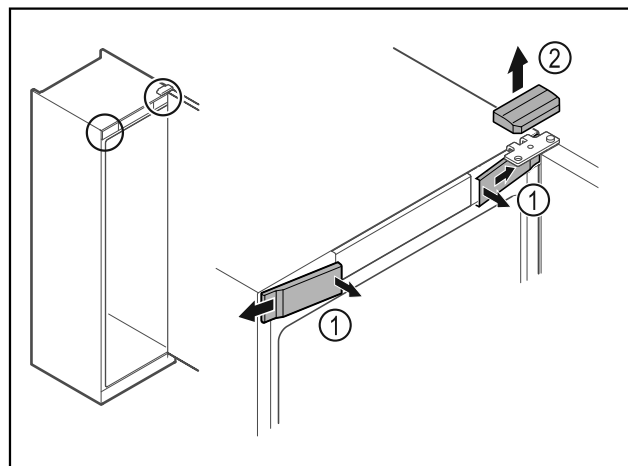

Fig. 8
- ▶ Откопчайте предните капаци Fig. 8 (1) отвътре и свалете настрана.
- ▶ Свалете горния капак Fig. 8 (2) нагоре.